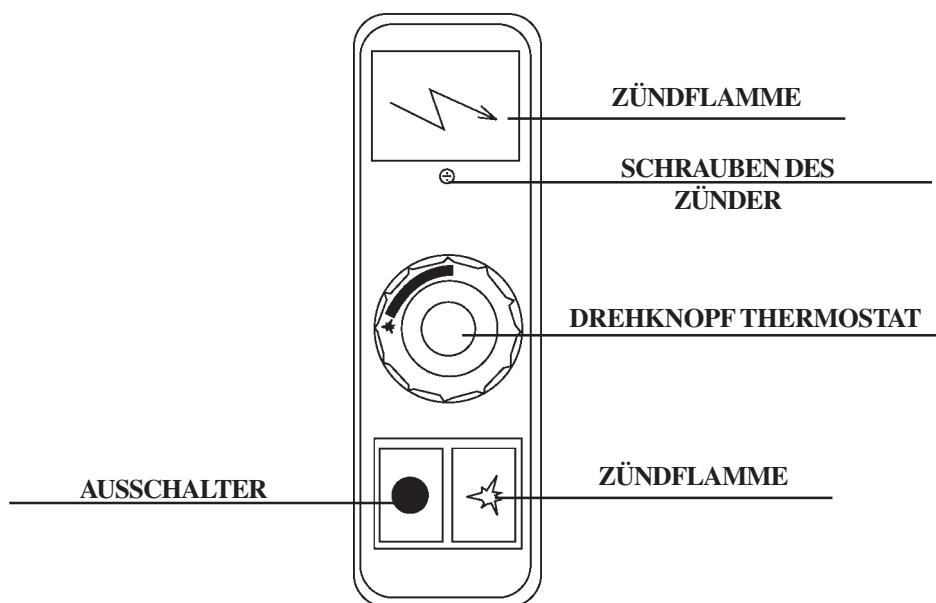

Abb. 10
5.1 ANZÜNDEN DES LEITFLAMMENBRENNERS (ABB. 10)